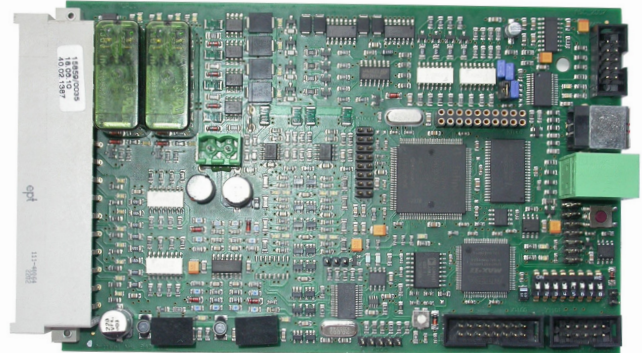

Figure 5 : Carte électronique – contrôleur d'axe
- Appuyer sur le bouton de réinitialisation 1 de la carte électronique et le maintenir appuyé. (Voir figure 5)